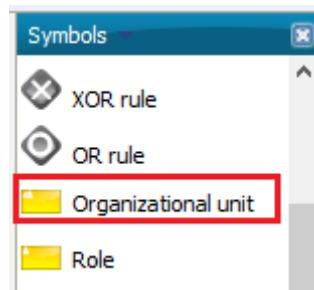
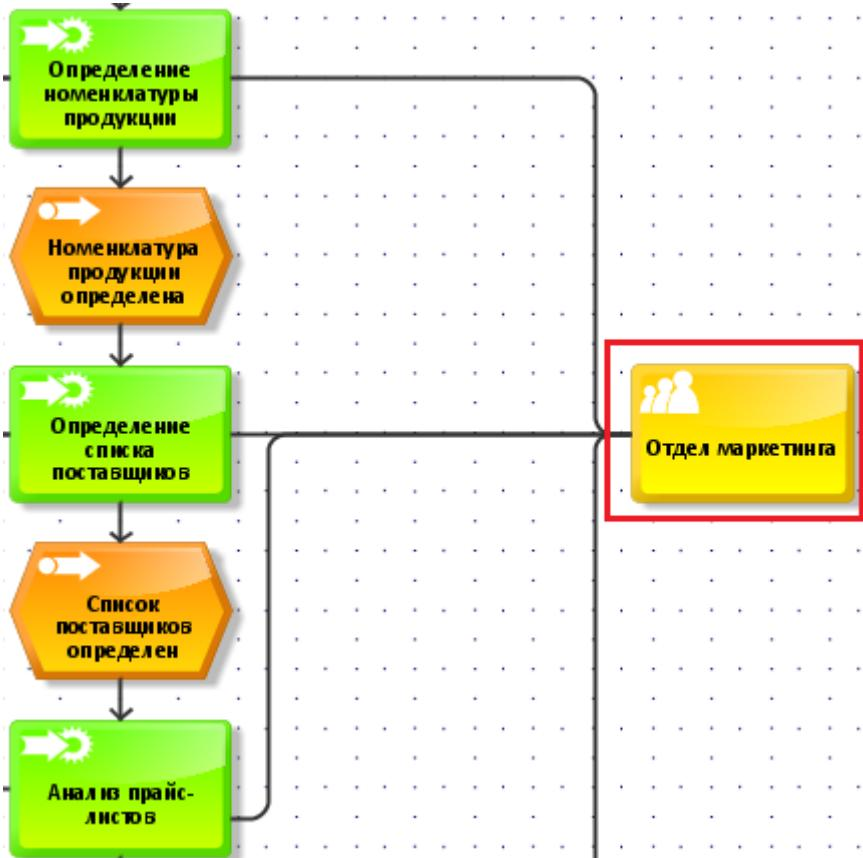
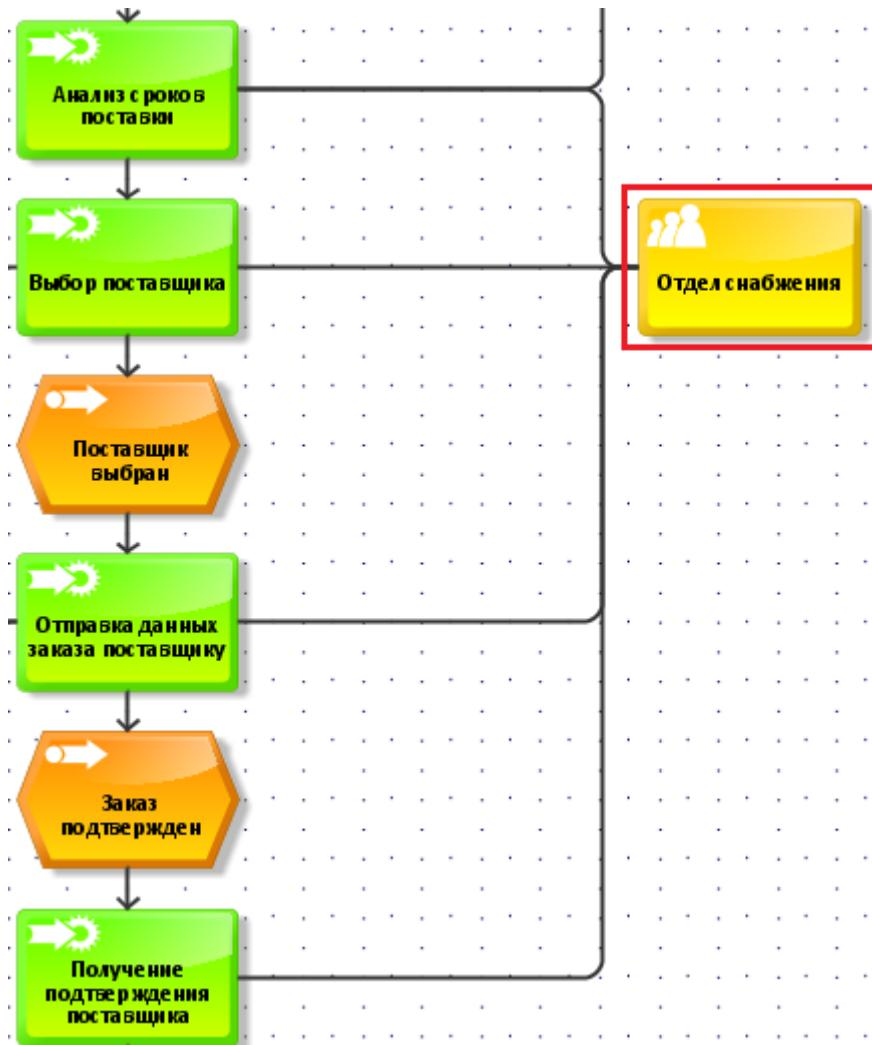

Рисунок 2.15
Рисунок 2.16
Рисунок 2.17
5. Поместить в область моделирования объект «Organizational unit» (рисунок 2.15), назвать данный объект «Отдел маркетинга» и связать его при помощи объекта «Connection» со следующими работами (рисунок 2.16):
6. Поместить в область моделирования объект «Organizational unit» (рисунок 2.15), назвать данный объект «Отдел снабжения» и связать его при помощи объекта «Connection» со следующими работами (рисунок 2.17):